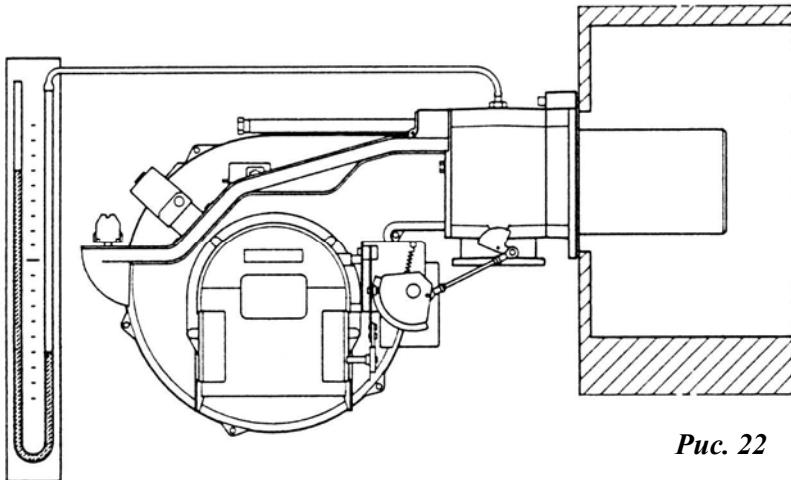

**Рис. 20**
- Отрегулируйте термостат минимального давления газа на начало шкалы (рис. 20)